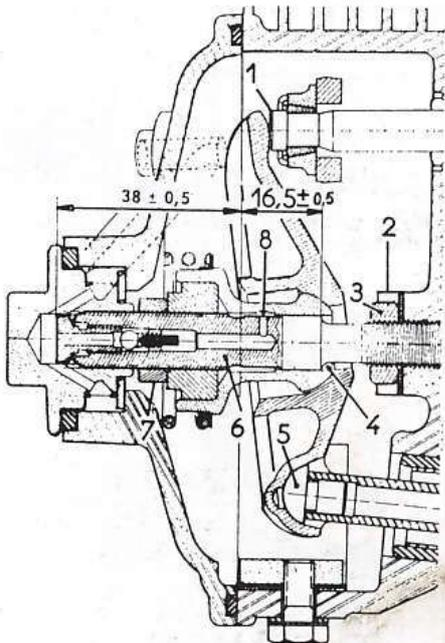
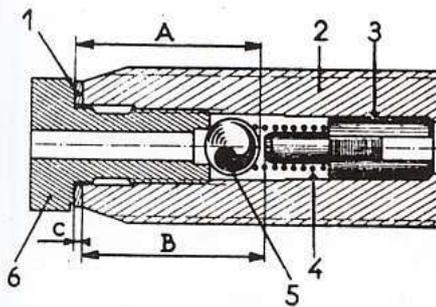

Fig. 6. — Vue en coupe d'une chambre de culbuteur.
Fig. 7. — Vue en coupe d'un axe de pivot de culbuteur avec son clapet.
- Défreiner et débloquer l'écrou (3) (fig. 6).
- Sur l'axe (6), revisser deux contre-écrous (7) et les bloquer l'un contre l'autre.
- Déposer le siège (6) (voir fig. 7) du clapet.
- Renverser l'axe sur un chiffon en frappant doucement pour faire glisser la bille (5), le ressort (4) du clapet et la butée (3).
- Replacer l'axe (2) dans l'étai.
- Huiler légèrement la butée (3) et la faire glisser dans son logement en orientant vers l'entrée d'huile la partie formant centrage du ressort.
- Mesurer la cote B entre l'extrémité de la butée (3) et l'extrémité de l'axe (2).
L'enfoncement de l'axe de pivot doit respecter la cote de $16,5 \pm 0,5$ mm entre le plan de joint du couvercle et l'arête du rayon (4) (voir fig. 6).
- Après mise en place de l'axe, le visser ou le dévisser légèrement pour amener le dégagement d'huile (8) (fig. 6) face à la queue de soupape.
- Bloquer et freiner l'écrou (3).
- Essuyer les parties du culbuteur en contact côté rotule de tige (5) et queue de soupape (1).